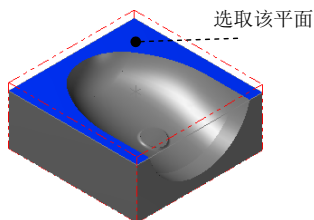
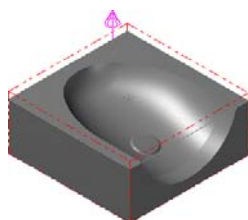
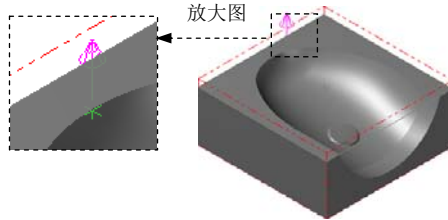
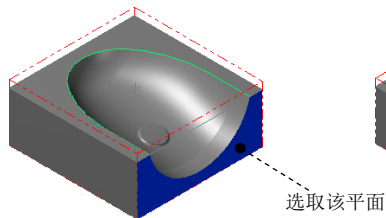

图 13.12 定义附着面
图 13.13 箭头
图 13.14 定义边界位置
图 13.15 定义附着面
(1) 选择命令。选择下拉菜单 **绘图 (C)** → **曲面曲线 (V)** → **单一边界 (O)...** 命令。
(2) 定义边界的附着面和边界位置。选取图 13.12 所示的曲面为边界的附着面，此时在所选取的曲面上出现图 13.13 所示的箭头。移动鼠标，将箭头移动到图 13.14 所示的位置单击鼠标左键，此时系统自动生成创建的边界预览。
(2) 定义边界的附着面和边界位置。选取图 13.15 所示的曲面为边界的附着面，此时在所选取的曲面上出现图 13.13 所示的箭头。移动鼠标，将箭头移动到图 13.16 所示的位置后单击鼠标左键，此时系统自动生成创建的边界预览。